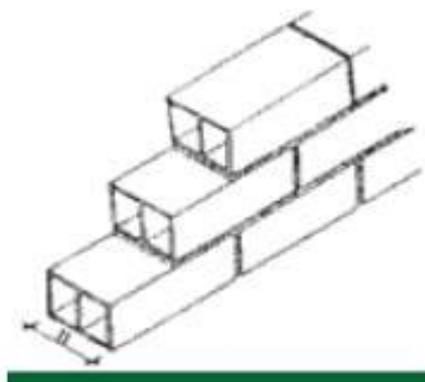

Figura 8. Alvenaria de 1/2 tijolo.
- **Meio tijolo** (à meia vez) – tijolos assentados segundo a largura e o comprimento, de modo que a largura corresponda à espessura da parede (Figura 8). São utilizadas para vedações, divisões internas e servem como suporte para carga, quando o comprimento da parede for menor do que 4 m (comprimentos maiores do que 4 m, pilares são usados como reforço).